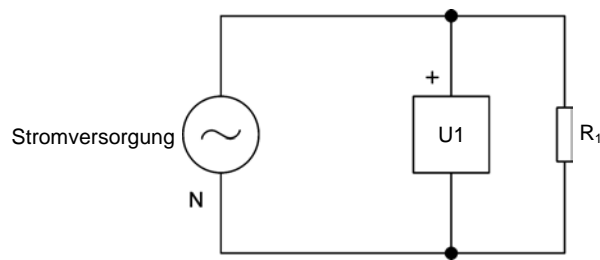

Abbildung 19. Schaltkreis zur Messung der Oberschwingungs-Anteile am Wechselstrom-Ausgang der 400 V Drehstrom- und 230 V Gleichstromversorgung.
6. Verbinden Sie die Geräte, wie in Abbildung 19 gezeigt.
Die rote Anschlussklemme von Eingang *U1* am *Mess- und Steuerinterface* entspricht der Anschlussklemme, die in Abbildung 19 mit einem Pluszeichen (+) gekennzeichnet ist.